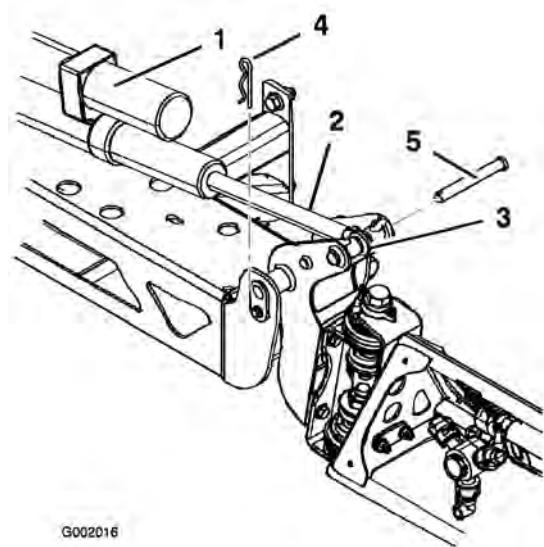

Figure 35
2. Retirez la goupille fendue de l'axe de pivot (Figure 35).
3. Soulevez la rampe et déposez l'axe (Figure 35). Abaissez lentement la rampe au sol.
6. Élevez la rampe pour aligner le pivot sur la tige d'actionneur. Tout en maintenant la rampe, insérez l'axe dans le pivot de rampe et la tige d'actionneur (Figure 35).